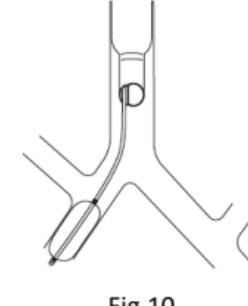

Fig.10
4. Sur les patients dont le lobe supérieur du poumon droit se trouve très proche de la bifurcation trachéale, le blocage des lobes moyen et inférieur du poumon droit, et non de tout le poumon droit, peut être obtenu en positionnant le bloqueur dans la branche intermédiaire (Fig. 10).